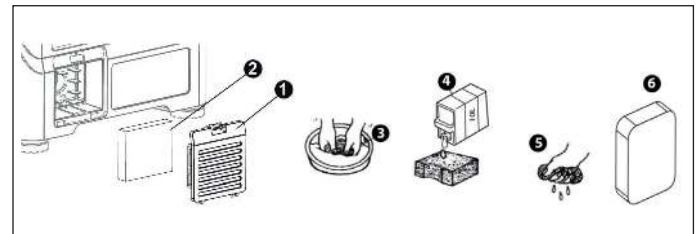

Рис. 14
- Откройте крышку воздушного фильтра (1) (Рис. 14).
- Извлеките фильтрующий элемент (2) и промойте его в растворе теплой мыльной воды, хорошо отожмите и просушите (3) (отжимая лишнюю влагу не скручивайте фильтрующий элемент, возможно его повреждение).
- Смочите фильтрующий элемент моторным маслом (4) и отожмите его (5). Фильтрующий элемент должен быть только слегка промаслен (6).